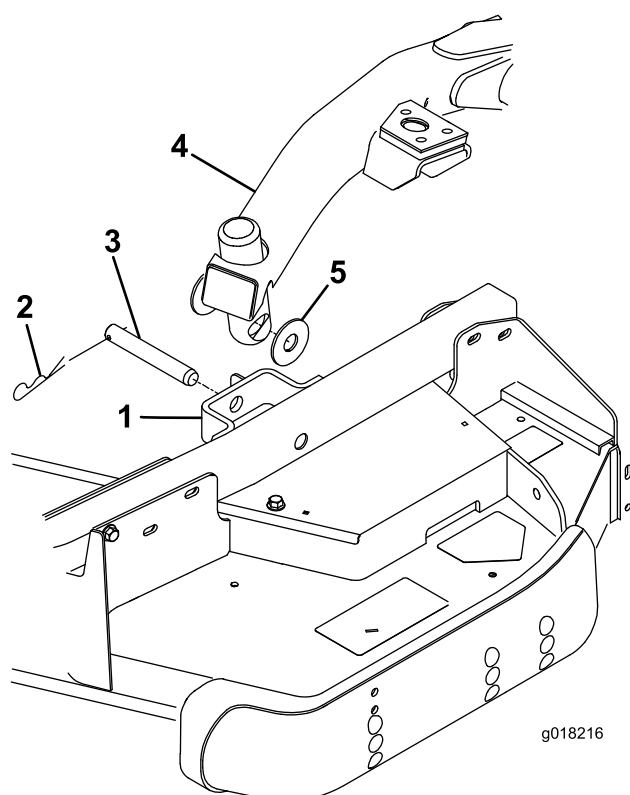

Figura 26
- Presione el interruptor de elevación hacia adelante, a la posición de Flotación. Empuje hacia abajo uno de los brazos de elevación hasta que los taladros del brazo de elevación estén alineados con los taladros del soporte del brazo de la rueda giratoria, y la varilla de ajuste de la altura de corte pueda introducirse en los alojamientos del brazo de elevación (Figura 26).
- Fije el brazo de elevación al brazo de la rueda giratoria con 2 arandelas de empuje, un pasador y una chaveta. Coloque las arandelas de empuje entre el brazo de elevación y el soporte del brazo de la rueda giratoria (Figura 26). Introduzca el extremo del pasador de horquilla en la ranura de la pestaña del brazo de la rueda giratoria para retener el pasador.